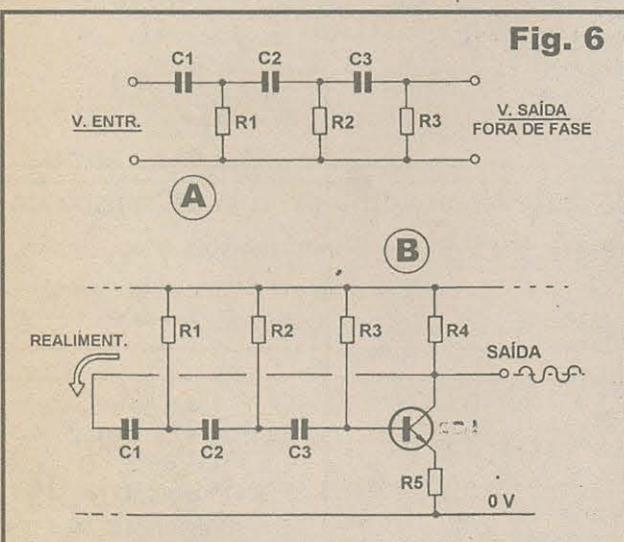

Fig. 6
- FIG. 6 - OSCILADOR POR *DESVIO DE FASE*, COM REDE RC DE TRÊS ESTÁGIOS... - Do comportamento da Corrente Alternada em presença de arranjos RC simples, sabemos que a C.A. sofre um desvio, rotação ou deslocamento de fase de *até* 90° ao atravessar tal conjunto... Assim, se *enfileirarmos* dos